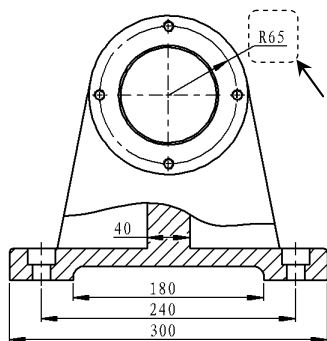
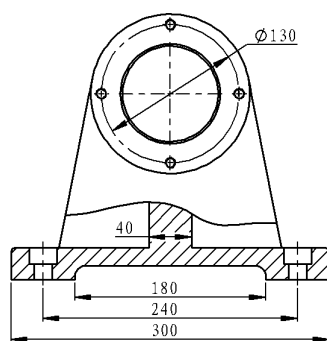

图 6.15.36 选取修改尺寸
图 6.15.37 修改后的尺寸
- (1) 选取要修改的尺寸。选取图 6.15.36 所示的尺寸“R65”，系统弹出“尺寸”对话框。
- (2) 在“尺寸”对话框中单击 选项卡，单击“里面”按钮 和“直径”按钮 。
- (3) 单击“尺寸”对话框中的 按钮，调整尺寸位置如图 6.15.37 所示。